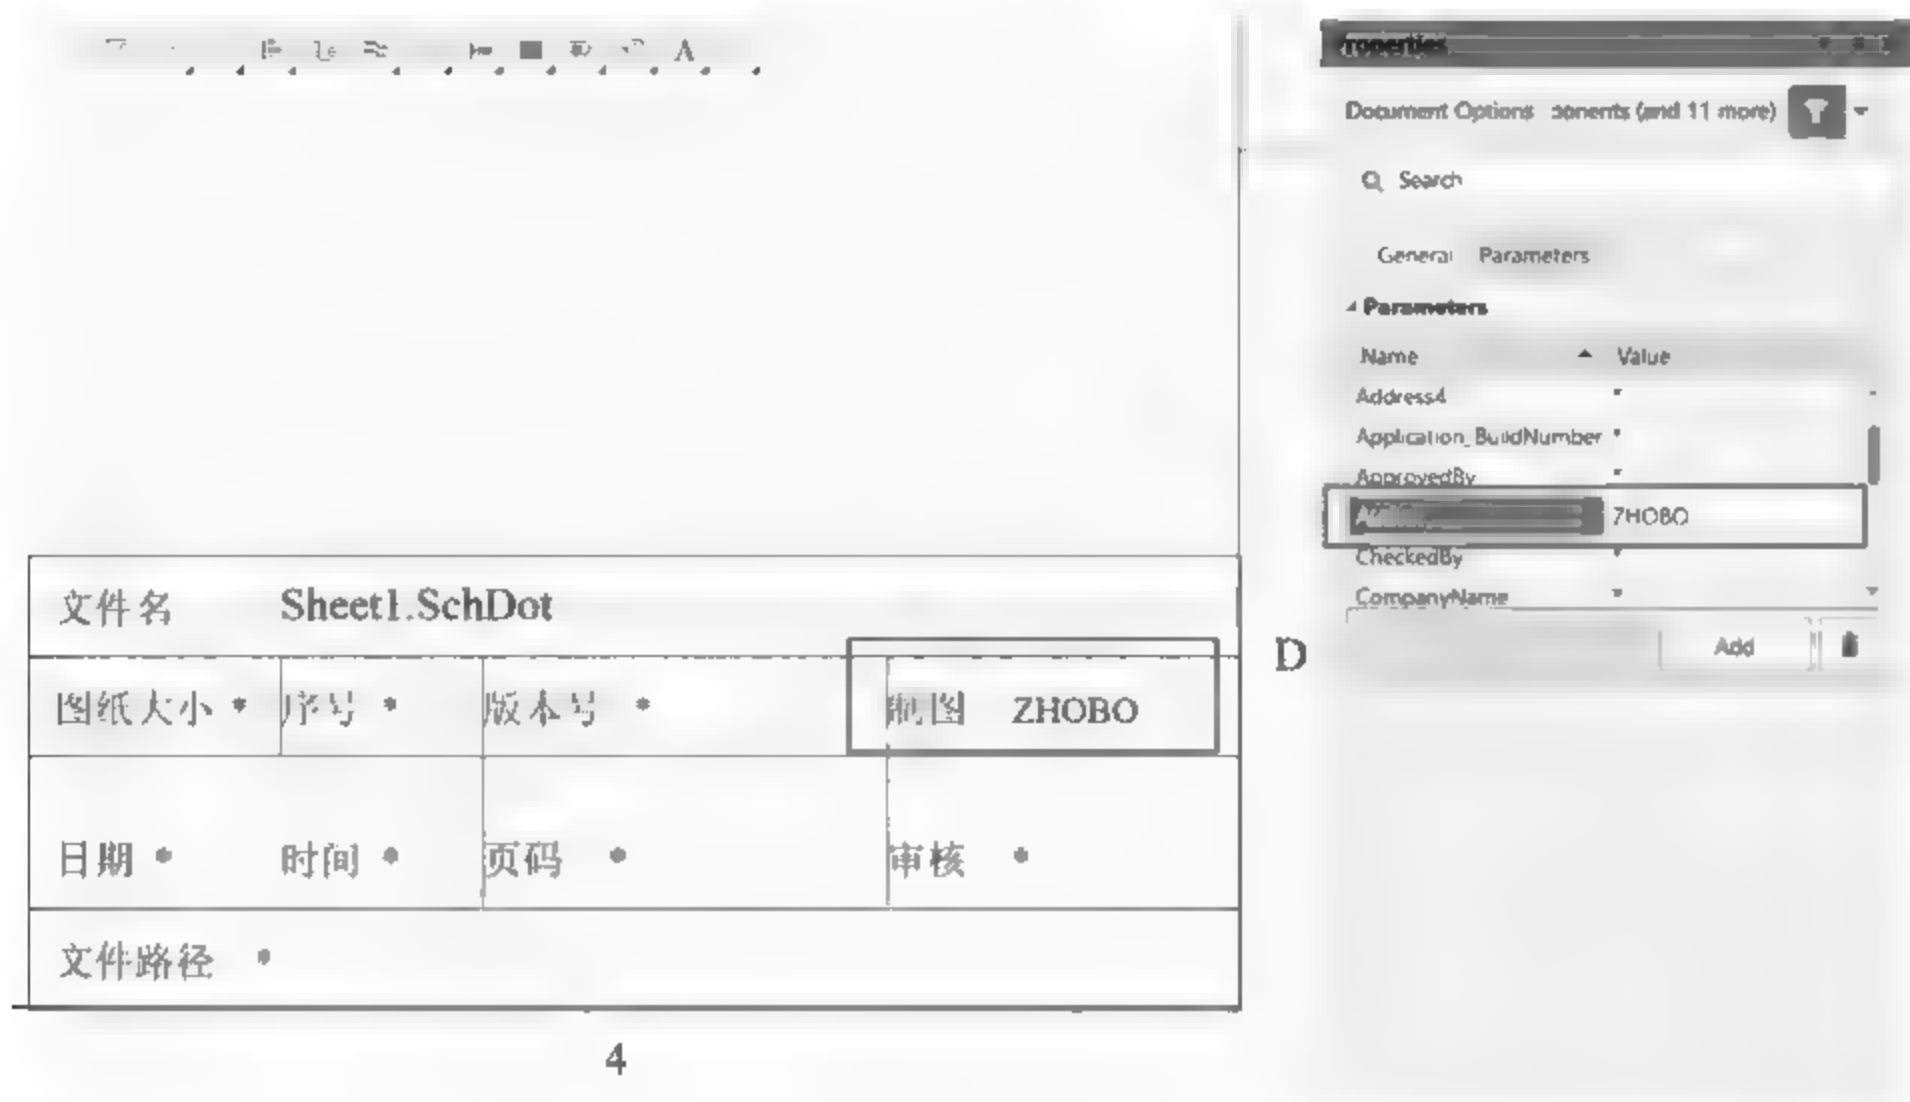

图 4-16 修改特殊字符的 Value 值
(3) 在将模板应用到原理图中后,需要将特殊字符修改成对应的值时,需在 Properties 面板中打开 Parameters 栏,找到对应的特殊字符,将其 Value 值改成想要的参数值即可,如图 4-16 所示。